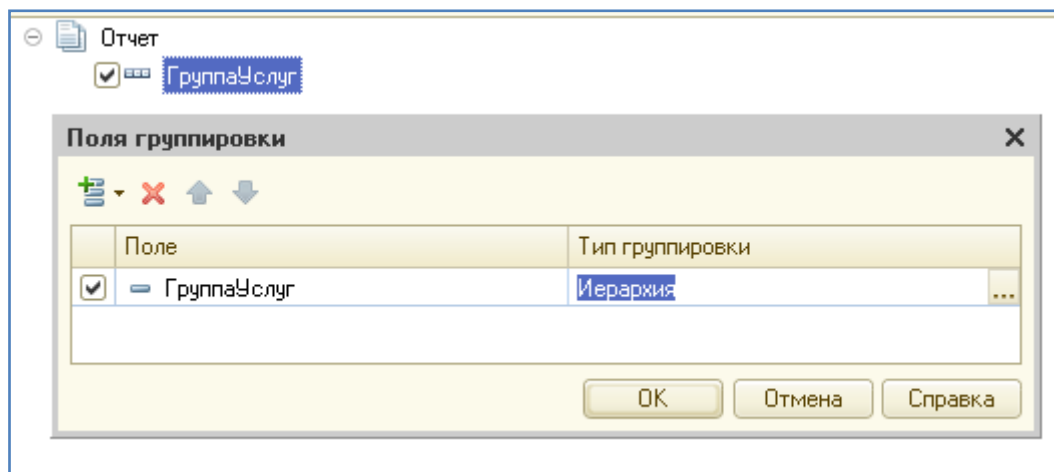

Рис. 62. Конструктор запроса
12. Закладка Настройки. Создать группировку по полю ГруппаУслуг, указав тип группировки Иерархия (рис. 62).